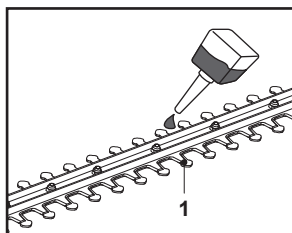

Fig. 9
9. Lubrifique as superfícies internas da lâmina se o dispositivo de corte (lâmina) (1) sobreaquecer durante a utilização (Fig. 9).
1. Mantenha o dispositivo de corte (lâmina) (1) limpo e livre de detritos. Retire as aparas com uma escova.
2. Aplique uma pequena quantidade de lubrificante adequado no dispositivo de corte (lâmina) para manter um bom desempenho de corte (Fig. 9).